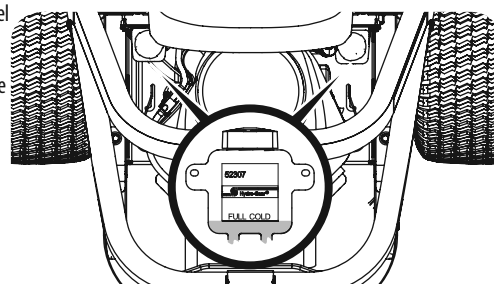

Figura 38
1. Limpie el tapón del depósito y el área que la rodea para evitar que el aceite de transmisión se contamine con partículas. Consulte la Figura 38.
2. Gire el tapón del depósito en sentido contrario al de las agujas del reloj para retirarlo, luego controle el nivel de aceite del depósito. El aceite debe ser visible en la base de la cubeta, pero el nivel del mismo NO debe estar por encima de la línea de "LLENO FRÍO". Consulte la Figura 38. NO LLENE EL DEPÓSITO.
1. Extraiga el tapón del depósito de expansión de aceite de la transmisión. Consulte la Figura 38.